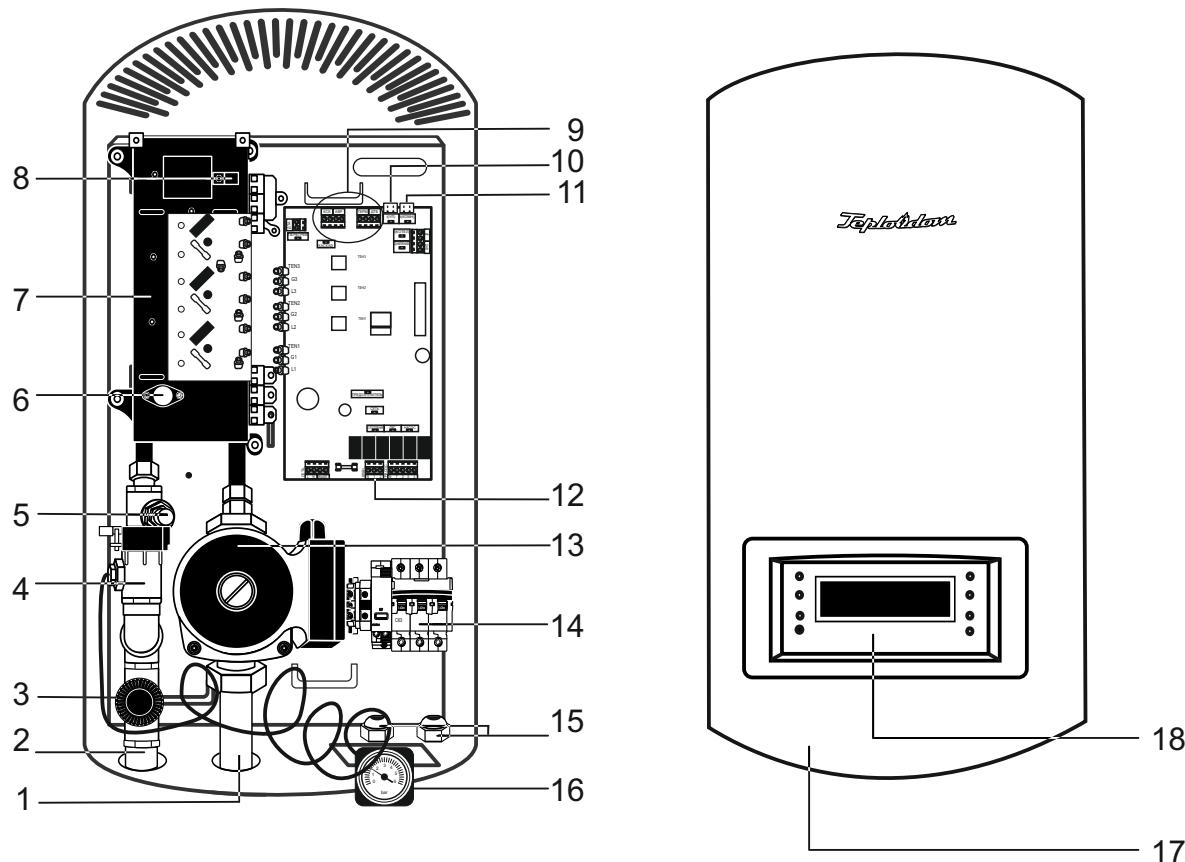

Рис. 3.1
2. Основные элементы котла TEPLODOM изображены на Рис. 3.1.